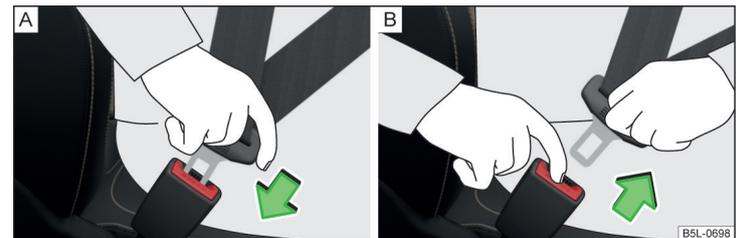

Abb. 18 Sicherheitsgurt anlegen/ablegen
- › Die Schlosszunge in das zum Sitz gehörende Gurtschloss » Abb. 18 - A stecken, bis diese hörbar einrastet.
- › Die Schlosszunge fassen und die rote Taste im Gurtschloss drücken » Abb. 18 - B, die Schlosszunge springt heraus.